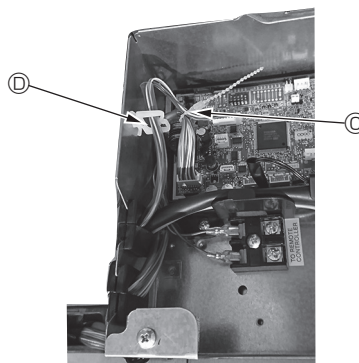

Fig. 10-14
- Coloque las partes sobrantes de los cables de enlace del Sensor i-see y del receptor de señales en la caja de componentes eléctricos en el clip para cables de la forma mostrada en el diagrama, y sujete los cables con el remache. (Fig. 10-14)